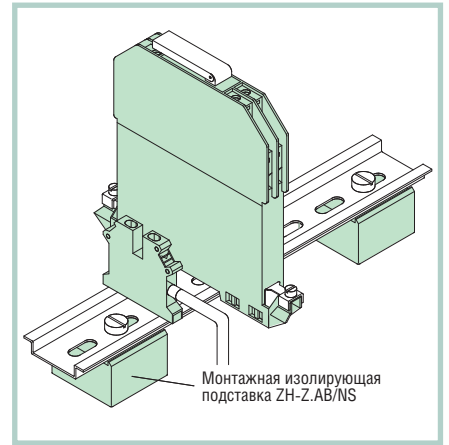

Рис. 11. Изолированный монтаж (групповое заземление)
2. Групповое заземление через изолированную шину (рис. 11).